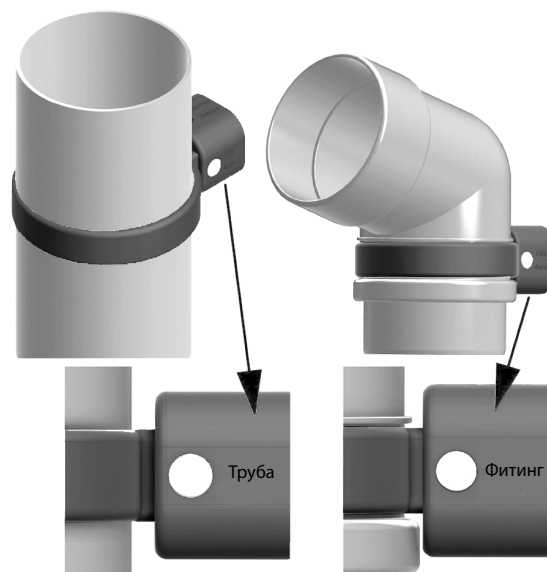

Рис. 17. Положение хомута
Универсальность хомута заключается в том, что им можно крепить как трубы, так и фитинги. В положении «ТРУБА» хомут даёт возможность трубе свободно удлиняться или укорачиваться в зависимости от температуры воздуха. А в положении «ФИТИНГ» хомут жёстко фиксирует элементы водосточной системы (Рис. 17). В зависимости от фиксируемого элемента водостока, на этапе монтажа, опоры хомута необходимо установить так чтобы надпись «ФИТИНГ» или «ТРУБА» располагалась на боковой стороне основания хомута:
- Монтаж труб – опора хомута находится в положении «ТРУБА» (Рис. 17).
- Монтаж фитингов (колесо 45° или 67°, муфта соединительная) – опора хомута находится в положении «ФИТИНГ» (Рис. 17)
Установите трубу, соединяющую фитинги между собой с учетом зазора, компенсирующего температурные расширения. При монтаже следует учитывать, что трубы также должны быть зафиксированы на фасаде здания при помощи хомутов трубы. Максимальный шаг установки хомутов на фасаде составляет 1500 мм (Рис. 18), при этом основание хомута устанавливается в положение «труба» (Рис. 17).